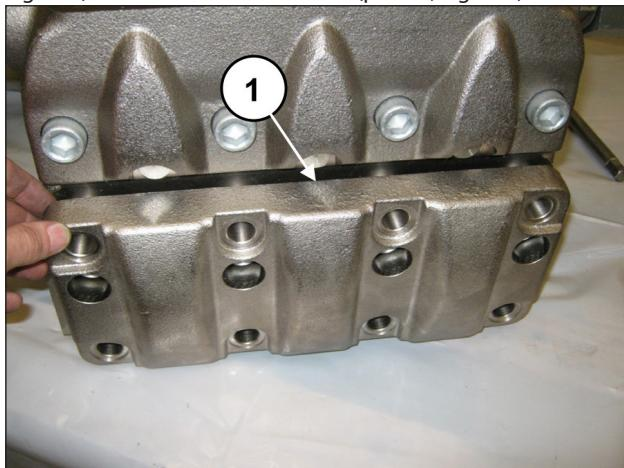
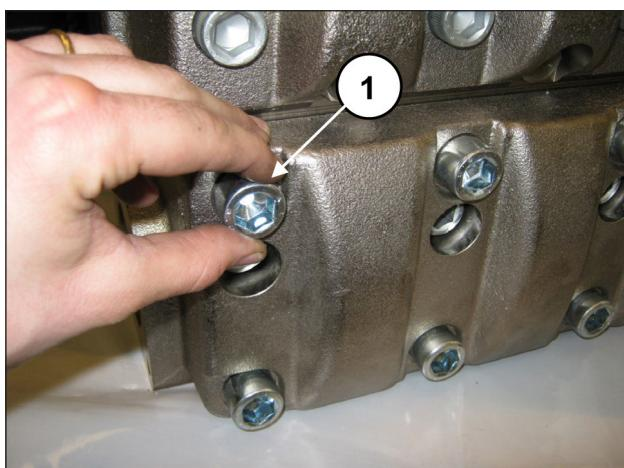

Fig. 154
Fig. 155
Dopo aver terminato il montaggio dei gruppi valvola aspirazione applicare il coperchio valvole aspirazione (pos. ①, Fig. 154) e avvitare le 8 viti M18x50 (pos. ①, Fig. 155).